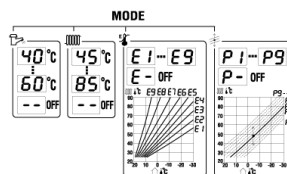

Рис. 2 – График эквитермических кривых
Нажмите кнопку Bar/MODE – на дисплее изобразится буква Е с цифрами от 1 до 9 или с тире. Выбор эквитермической кривой проводится кнопками (7) и (9). Крутизна кривой повышается с настраиваемой цифрой (Е1 < Е9), см.рис. 2. Выключение эквитермического регулирования проводится выбором Е–.